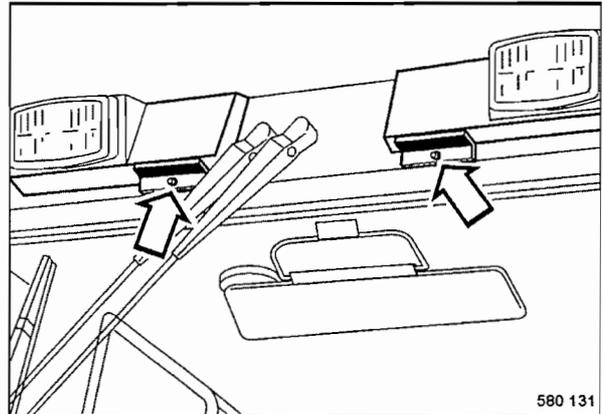

Fig. 115
- Desenroscar los tornillos de fijación de los soportes de filtro (Fig. 115) y extraer el filtro.